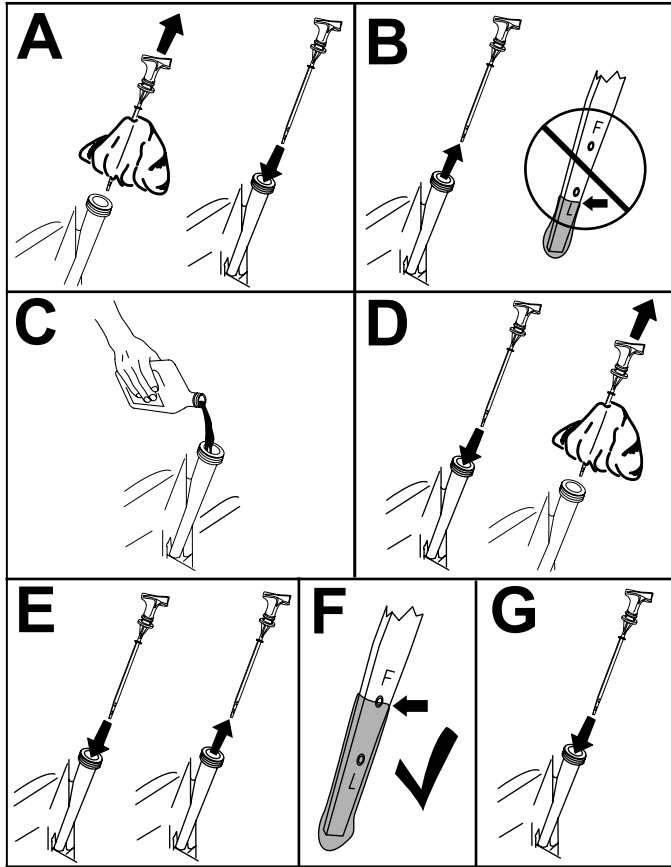

Figura 33
- Compruebe el nivel de aceite del motor (Figura 33).